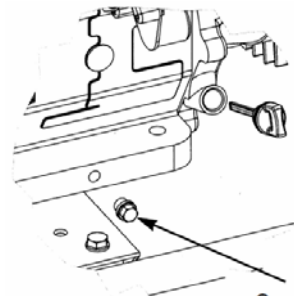
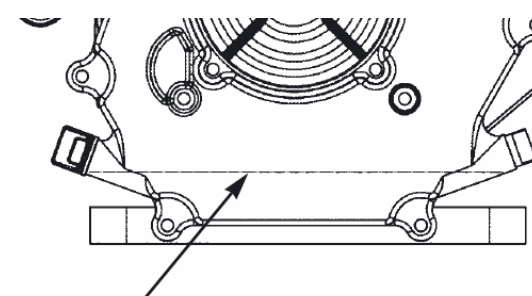

Рис. 5.
Рис. 6.
9.2.1. Вывинтить щуп-пробку поз. 24 (рис. 1) из горловины картера, см. также рис. 5. Опустить в горловину сухой, чистый щуп и вытянуть его - край смоченной маслом области должен располагаться между отметками минимального и максимального допустимого уровней.
9.2.2. Залить в горловину масло до нижнего края заливного отверстия (рис. 6). Проверить уровень масла в соответствии с 9.2.1.
9.6.1. На прогревом до рабочей температуры двигателе вывинтить пробку для слива масла поз. 23 (рис. 1), см. также рис. 5., поместив под сливным отверстием вспомогательную емкость. После прекращения истечения масла установить пробку на штатное место и затянуть. Залить масло в горловину, удалив щуп поз. 24 (рис. 1), см. также рис. 6, до нижнего края заливного отверстия (рис. 6). Проверить уровень в соответствии с п. 9.2.